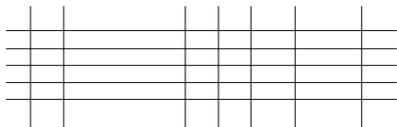

图 2-64 用偏移作出分格线图
② 作标题栏各水平、垂直线。
- 利用偏移命令作出分格线,如图 2-64 所示。